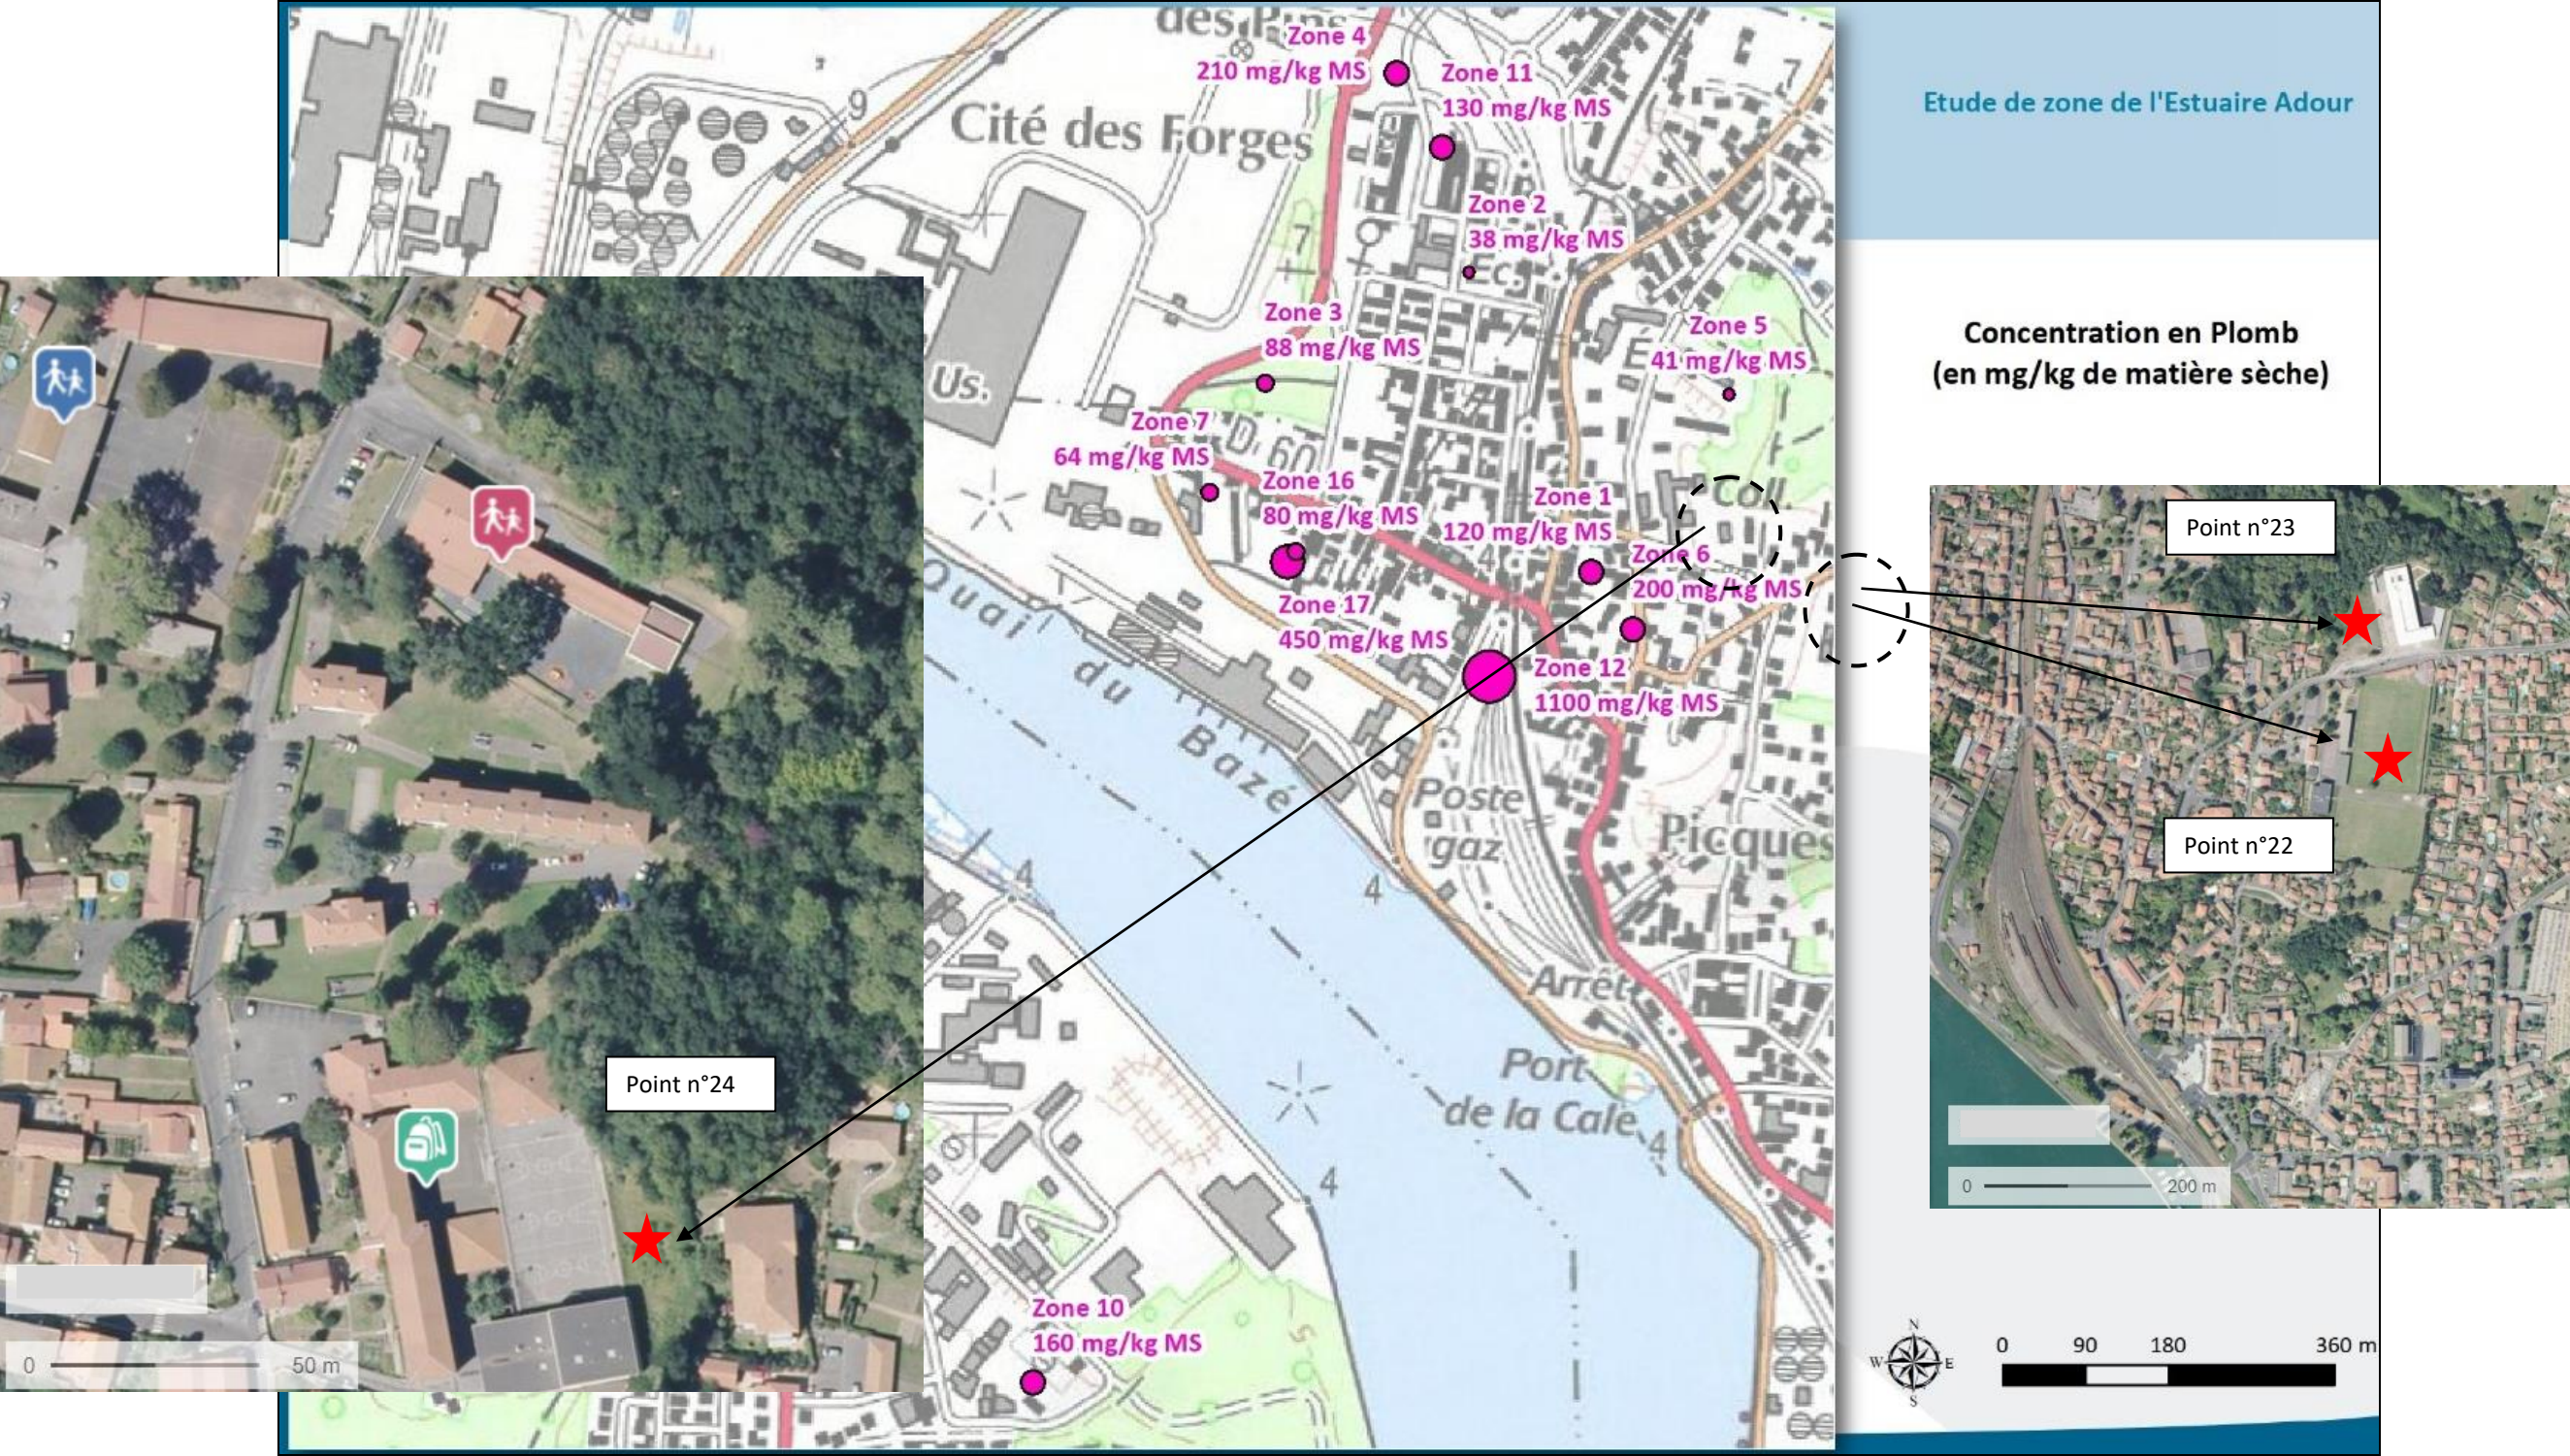

Figure 2 : Localisation des propositions d'emplacement de reconnaissances des sols pour les espaces fréquentés par les enfants– Secteur A (Boucau-Tarnos)
- Figure 2 : Localisation des propositions d'emplacement de reconnaissances des sols pour les espaces fréquentés par les enfants– Secteur A (Boucau-Tarnos)
Concernant les espaces publics fréquentés par les enfants et non investigués lors des campagnes précédentes, Antea Group propose de retenir (étoiles rouges), dans le secteur du site A2 (cf. Figure 2) :